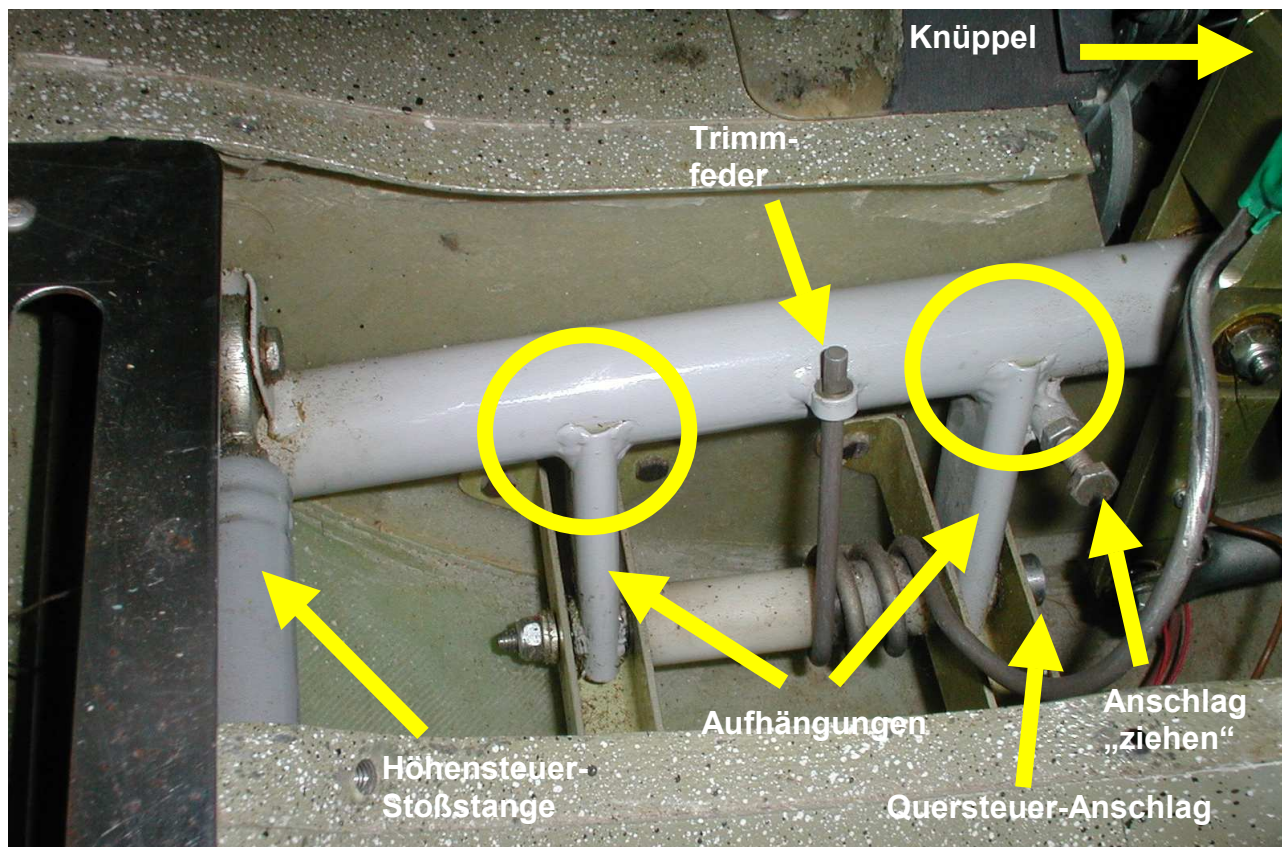

Abbildung 2 : Höhensteuer-Welle
- II) Schweißnähte der Aufhängungen (s. Kreise in Abbildung 2) entlang der gesamten Länge der Naht auf Rißbildung und sonstige Schäden kontrollieren, dazu ggfls. eine starke Taschenlampe und einen Spiegel zu Hilfe nehmen. Werden Risse oder ein sonstiger Schaden festgestellt, so ist die Welle zu tauschen.
Beim Austausch der Handsteuerwelle ist insbesondere darauf zu achten, daß die Schraube, die die Welle mit den beiden Lagern verbindet, gleichzeitig den Querruder-Anschlag bildet (s. Abbildung 2). Daher ist unbedingt darauf zu achten, das Unterlegscheiben und etwaige Distanzstücke bei der Montage der neuen Welle wieder an der gleichen Stelle montiert werden.